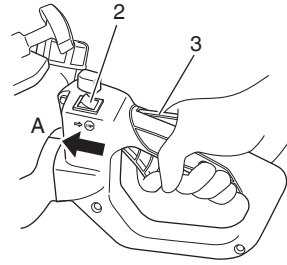

Fig. 3
1. Coloque el interruptor de encendido (2) en la posición ON (conectado) (A). (Fig. 3)